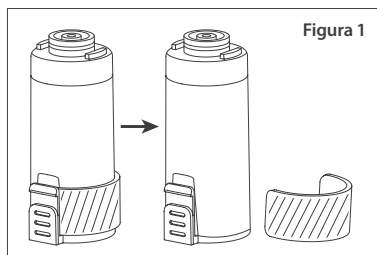
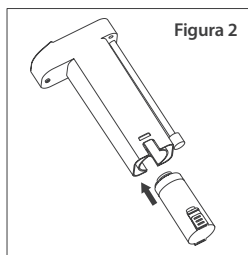

Figura 1
Figura 2
- Rimuovere la confezione del filtro e il cartone (Figura 1), allineare le fibbie del filtro alle tacche dell'unità di pompaggio dell'acqua e inserire un nuovo filtro (Figura 2). Dopo che il nuovo filtro è stato installato in posizione, la parte inferiore del filtro è allineata con quella dell'unità di pompaggio dell'acqua e potrebbe verificarsi un leggero rumore meccanico.